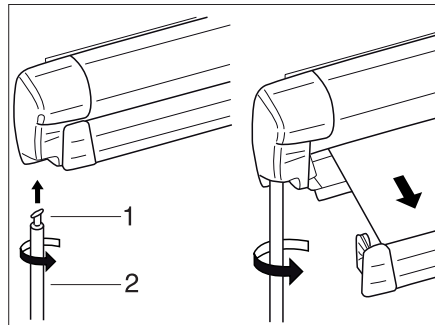

Bild 36 Markise
- Haken (Bild 36,1) der Kurbelstange (Bild 36,2) in die Getriebeöse einhängen und um 90° drehen.